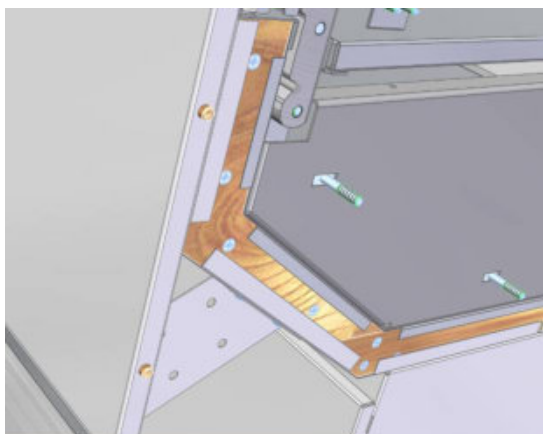

Рис.1
- Регулировка фронта витрин производится с помощью шкантов деревянных 8х30, устанавливаемых в торцы фронтальных панелей (рис.1).